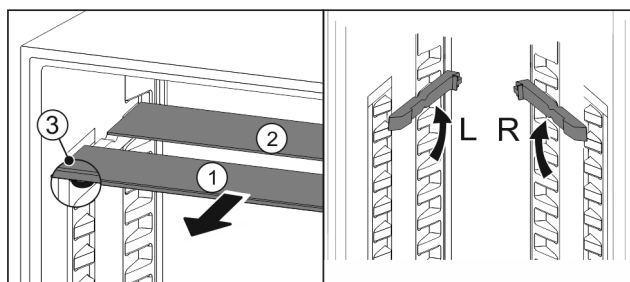

Fig. 83
- Glasplaten afzonderlijk vanaf de voorkant eruit trekken Fig. 83 (1).
- ▷ Glasplaat Fig. 83 (1) met sierlijst ligt voor.
- ▷ Stops Fig. 83 (3) zijn naar onder gericht.